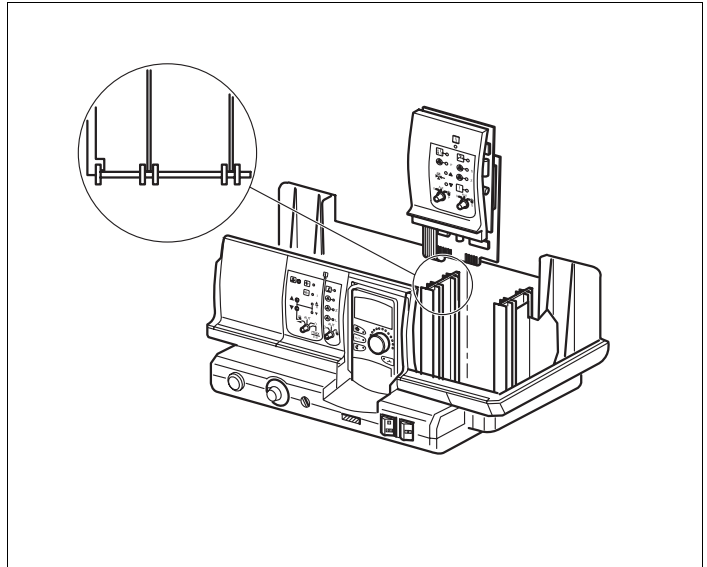

Abb. 15 Modul Ein- bzw. Ausbau
- Neues Modul durch Drücken auf die Fühlerleiste in den freien Steckplatz von oben einschieben (Abb. 15), bis es merklich einrastet.